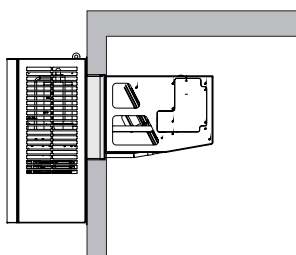

Fig. 1.2.2.e
E) FIJAR el monobloque a la pared con estribos presentes en los accesorios (Fig.1.2.2.f). El fisaje del monobloque a la pared será efectuado con tornillos.